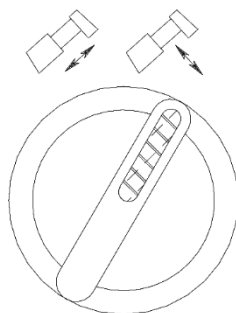

Figura 4-27 Interruptor de “pré-seleção de telescópio/grua”
- a) Coloque o interruptor “pré-seleção de telescópio/grua” na posição correta. Consulte a figura 4-27.